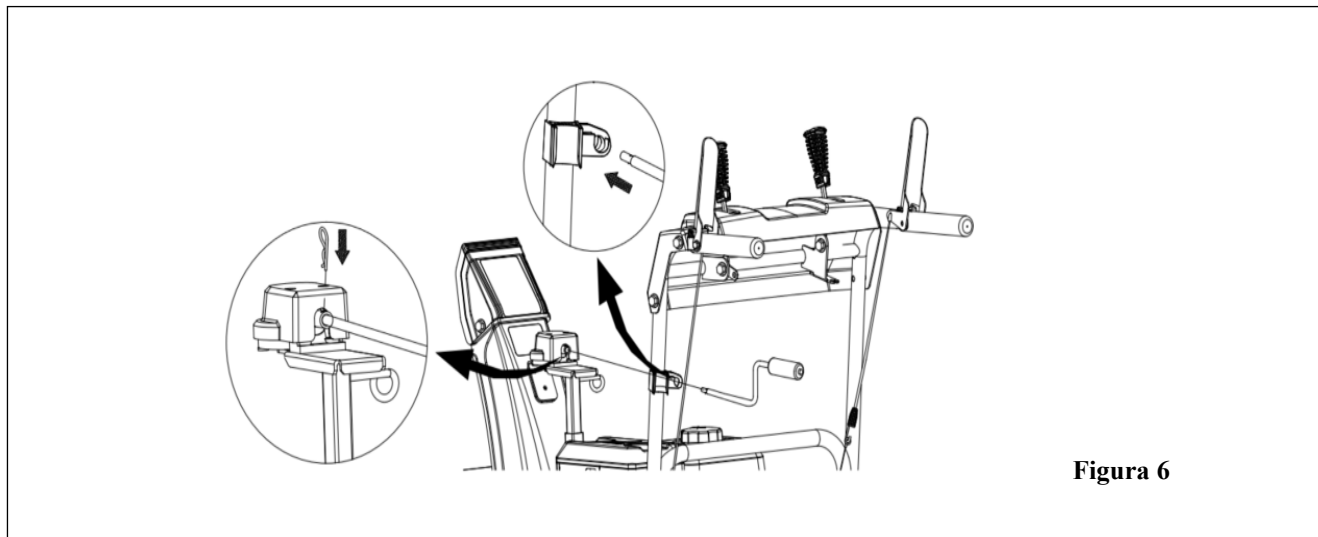

Figura 6
1. Deslice el mango del conducto a través de la guía del mango del conducto cerca del panel superior, como se indica en la Figura 6.
2. Conecte el mango del conducto a la base de la conexión del engranaje del conducto y asegúrela con el pasador de chaveta, como se indica en la Figura 6.